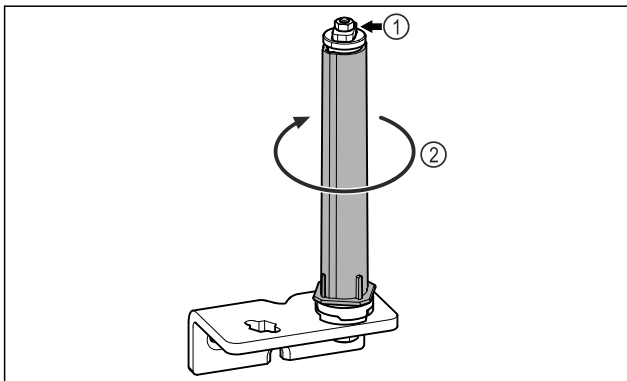

Fig. 18
- ▶ Ta inte isär dörlåssystemet *Fig. 18 (1)*.
- ▶ Vrid låssystemet *Fig. 18 (2)* tills det klickar.